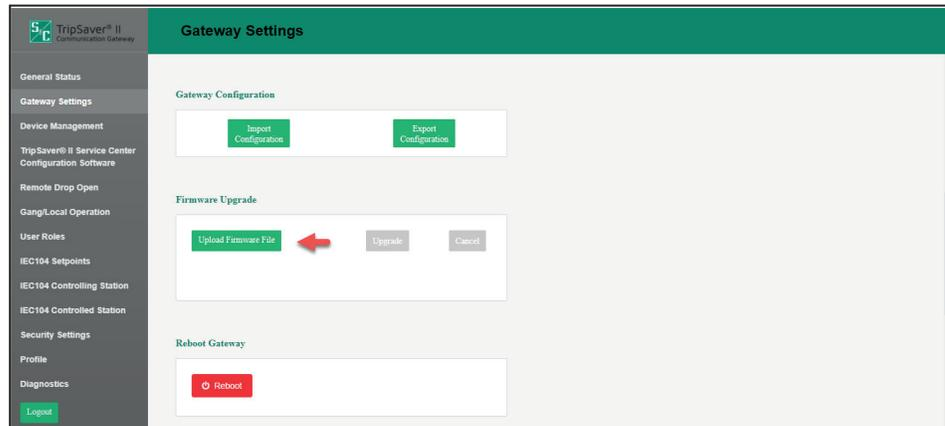

Figura 28. Panel de Actualización del Firmware.
El panel “Actualización del firmware” habilita la carga de versiones del firmware en el gateway de comunicaciones. Vea la Figura 28. Siga estos pasos para realizar una actualización del firmware:
PASO 2. Dé clic en el botón **Upload Firmware File (Cargar Archivo de Memoria)** en el panel de “Firmware Upgrade” (“Actualización de la Memoria”). Vea la Figura 28.